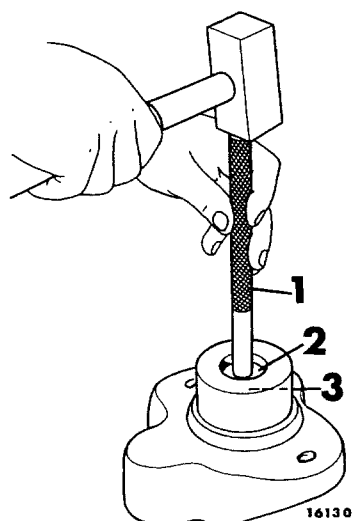

Fig 14-48. Montering av tätning
1. Montera tätningsringen, se fig 14-48.